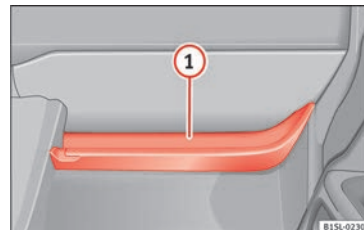

Bild 125 Öppet förvaringsutrymme på passagerarsidan
I det öppna handskfacket sitter det en väskkrok » bild 125 ①.